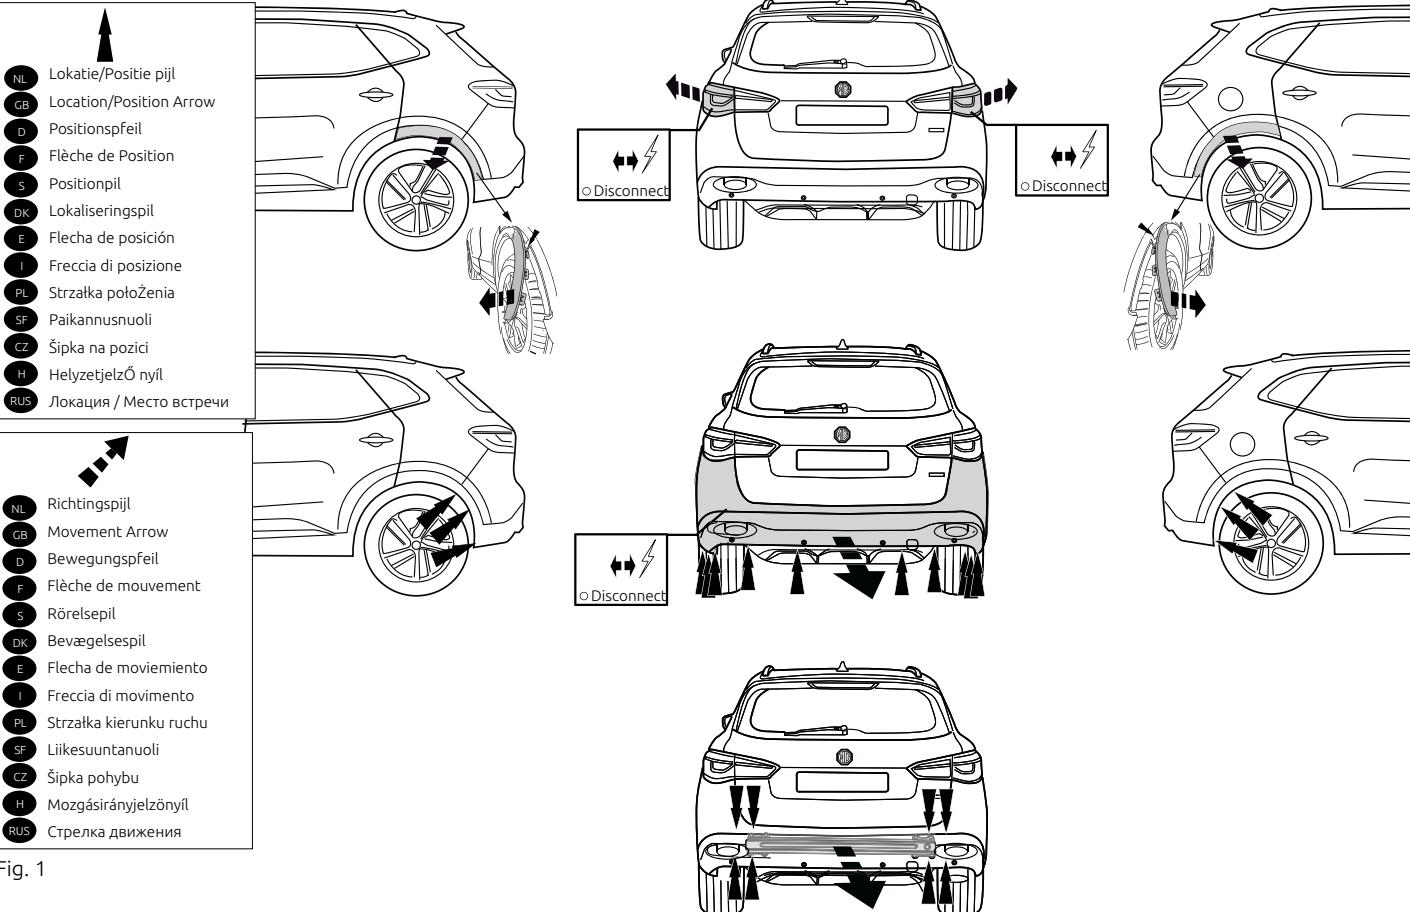

Fig. 1
1. Снять оба блока задних фар. Снять бампер вместе со буферным бруском автомобиля. Буферный брус больше не понадобится. См. рисунок 1.